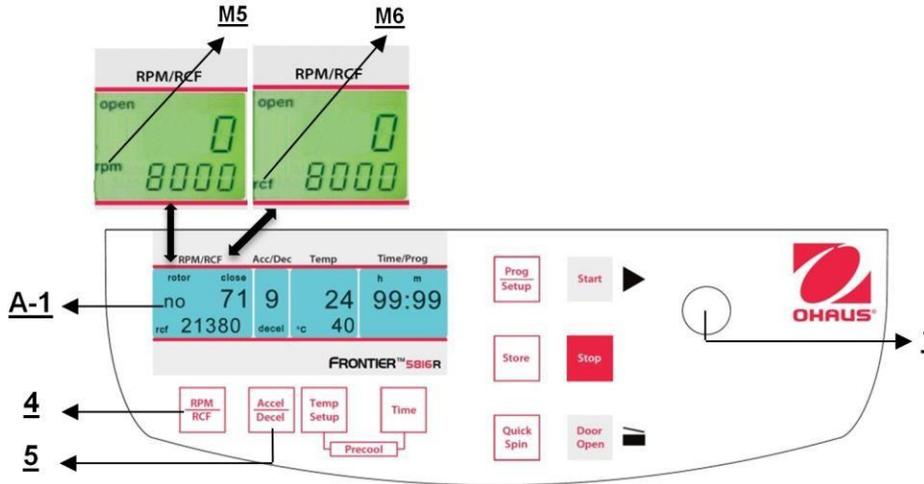

Figura 19
Esta preselección se activa con el botón "**RPM | RCF**" (4) (consulte la Figura 19 a continuación). Al presionar el botón una vez, destella la palabra "**rpm**" (M5). Al presionar el botón dos veces, se puede seleccionar la preselección de las fuerzas centrífugas. Entonces aparece la palabra "**rcf**" (M6). Puede establecer los valores que desee con la perilla de ajuste (1). En la pantalla (A-1) aparece permanentemente el valor regulado, antes, durante y después de la operación.